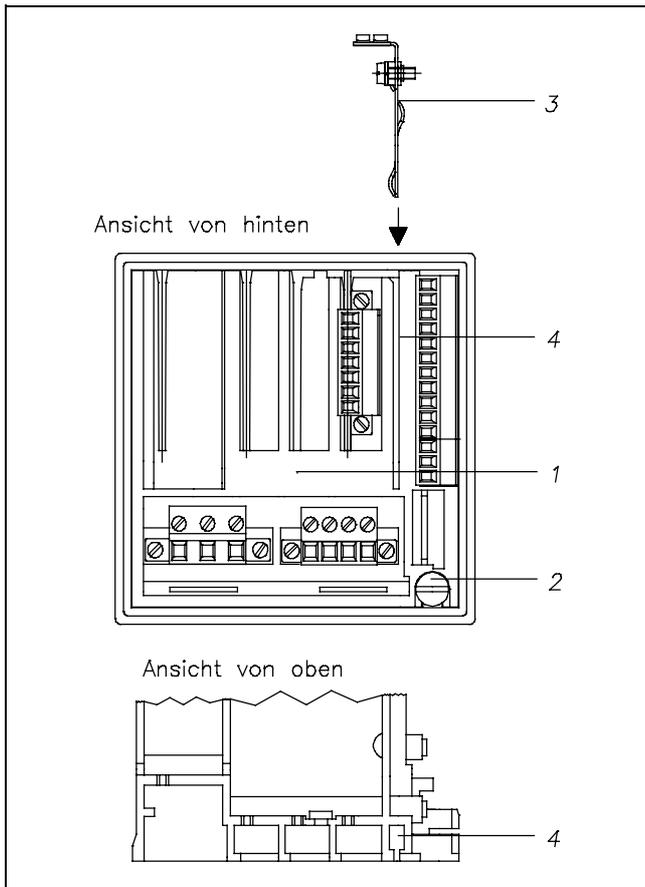

Bild 19 Rückansicht
3. Schirmanschlußblech 3 (im Lieferumfang enthalten) nach Bild 19 von oben in die Nut 4 des Modulträgers 1 einschieben.